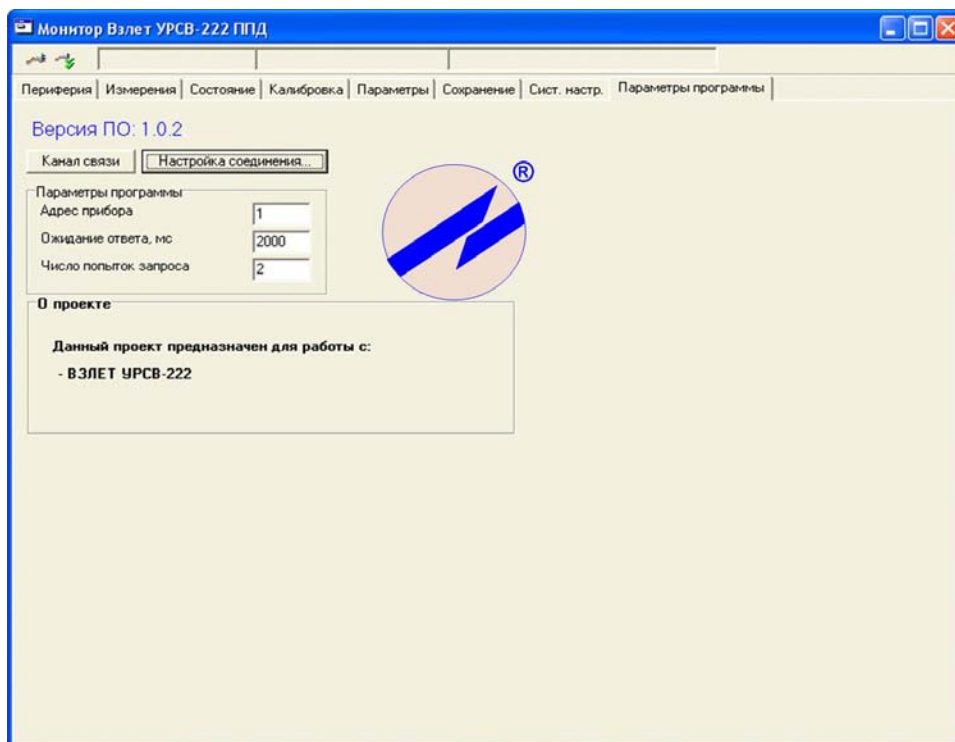
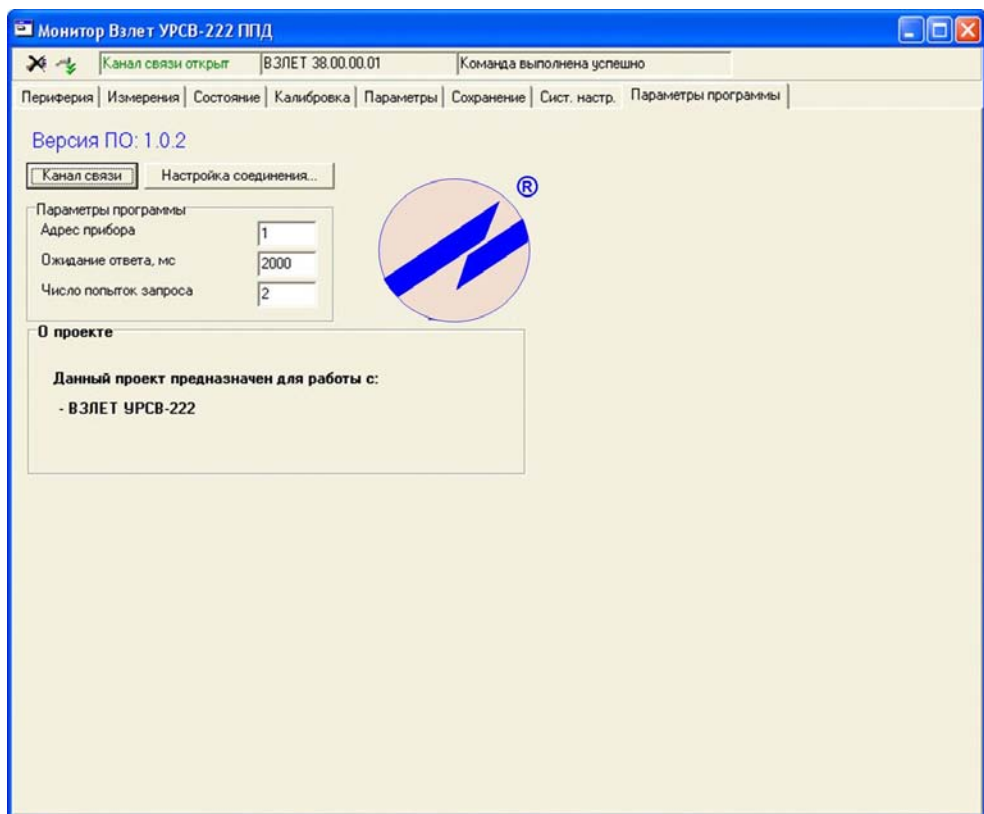

Рис. 6. Основное окно программы.
Рис.8. Подтверждение установления связи с прибором.
- 2.5.3. Подключите RS-выход расходомера к последовательному порту компьютера через адаптер сигналов RS232/485 или к USB порту компьютера через адаптер интерфейсов USB-RS232/485. На компьютере запустите файл URSV_222_PPD.vpr. На экране монитора появится основное окно программы (см. рис.6).
2.5.5. В окне программы, приведенном на рис.6, установите связь с прибором, нажав кнопку **Канал связи**. При этом в окне монитора появится подтверждение установления связи с прибором (см. рис.8):